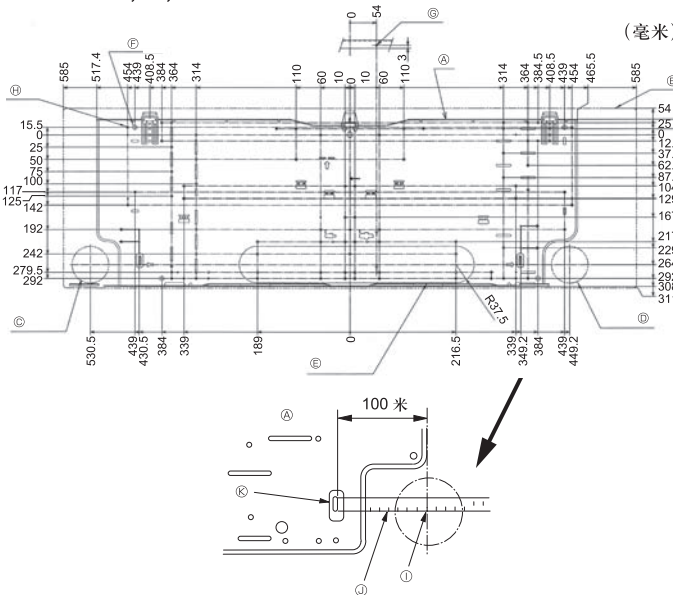

Fig. 3-2
①	安装板	1	装配在机器背面
②	自攻螺钉 4 × 25	7
③	毡带	2
④	L 形连接管	1
⑤	装填螺母	1
⑥	无线控制器	1
⑦	遥控器支架	1
⑧	碱性电池（尺寸 AAA）	2
⑨	自攻螺钉 3.5 × 16	2	利用包装材料
⑩	隔离物	1
3.2. 安装墙壁固定装置（Fig. 3-2）